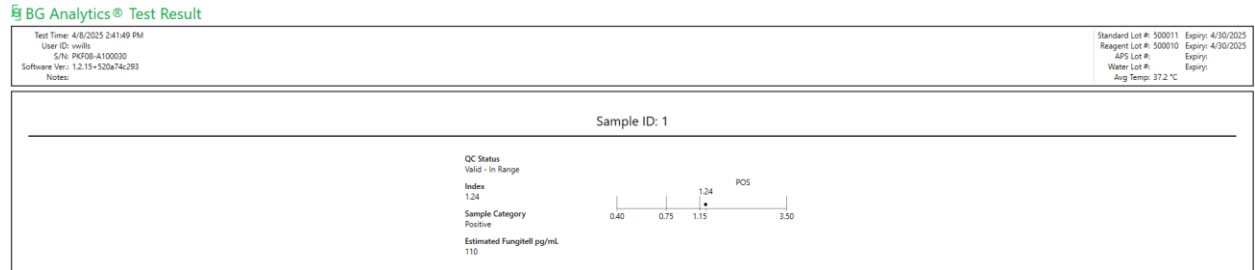

Abbildung 17. BG Analytics®-Testergebnisbericht für eine Probe mit dem Ergebnis „Positiv“
BG Analytics® zeigt den Bericht mit den **Testergebnissen** an. Ein Beispiel für einen solchen Bericht ist in Abbildung 17 dargestellt.
- Status der Qualitätskontrolle (QC)
- a. Indexwerte, die im Bereich zwischen 0,40 und 3,50 liegen, werden in der Grafik hervorgehoben. Der ambivalente Index ist zwischen 0,75 und 1,15 festgelegt. Ein Beispiel für eine Probe mit gültigem QC-Status und positivem Indexwert ist in Abbildung 17 dargestellt.